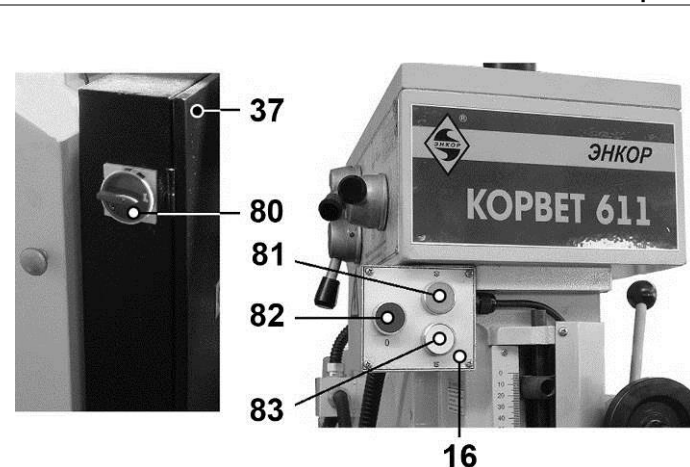
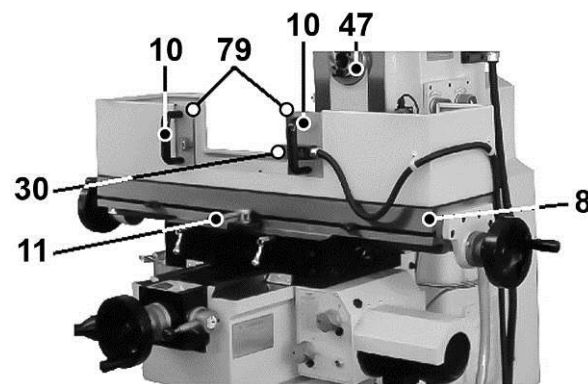

Рис. 26
Рис. 27
10.1.1. Для включения станка необходимо на шнуре питания станка (35) смонтировать соответствующую электрическую вилку, п. 5.1.1. Перед тем как подключить электрическую вилку станка к питающей розетке, проверьте и при необходимости переведите переключатель (80) на электрораспределительном щитке (37) в положение **ВЫКЛ (О) (OFF)** (Рис. 26). Закройте защитные экраны (79), для чего сомкните ручки (10) до срабатывания концевого выключателя (30) (Рис. 27).
10.1.2. Проверьте и при необходимости переведите в среднее положение ручку автоматической подачи стола (11) рабочего стола (8) (Рис. 27).
10.2.1. Для включения вращения вертикального шпинделя (13), поверните против часовой стрелки ручку (21) штурвала до срабатывания концевого выключателя. Зафиксируйте положение пинноли (15) зажимным винтом (45) (Рис. 3, 4), после чего нажмите на щитке выключателей вертикального шпинделя (16) на зеленую кнопку (81). Для выключения вращения шпинделя нажмите красную кнопку (82). Для включения реверсивного вращения вертикального шпинделя (13) нажмите на белую кнопку (83). Символы направления вращения вертикального шпинделя (13) обозначены на лицевой панели щитка выключателей (16) (Рис. 26).
- белая кнопка (87) – включение реверсивного вращения вертикального шпинделя,
- переключатель (88) - сверление/фрезерование ↔ нарезание резьбы
- зеленая кнопка (89) – горизонтальная подача рабочего стола, продольная или поперечная,
- красная кнопка (90) – выключение подачи стола,
- зеленая кнопка (91) – подача рабочего стола вверх,
- белая кнопка (92) – подача рабочего стола вниз,
- переключатель (93) - включение горизонтального вращения шпинделя / нейтральное положение (0) (стоп) / включение реверсивного вращения горизонтального шпинделя,
- переключатель (94) – включение/выключение подачи охлаждающей жидкости (СОЖ)
- красная кнопка (95) – аварийное выключение станка,
- индикатор (96) – показывает подачу электропитания на станок.
10.3. Включение горизонтального шпинделя (Рис. 27, 29)